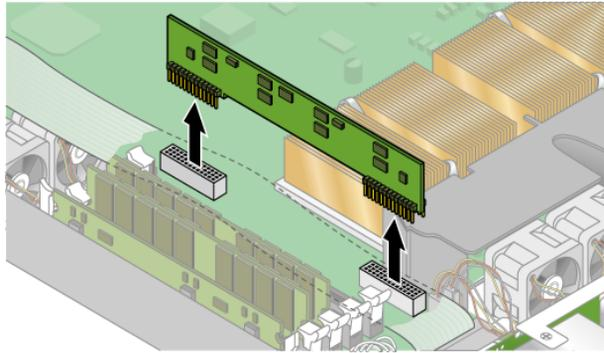

FIGURE 3-24 Retrait d'un VRM de CPU
3. **Retirez le VRM de CPU en le soulevant à la verticale hors de sa fiche (voir FIGURE 3-24).**